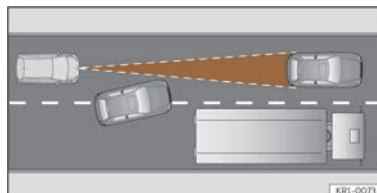

Abb. 114 Fahrspurwechsel eines anderen Fahrzeugs.
- Fahrzeuge, die in geringem Abstand auf die eigene Fahrspur wechseln >>> (Abb. 114).